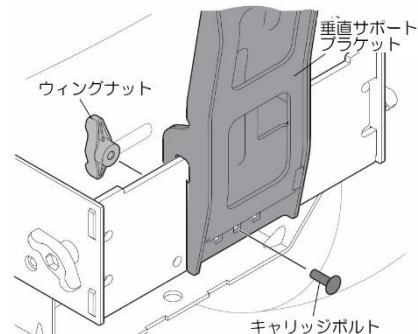

図6
- 垂直サポートブラケットをマウントアセンブリに固定します。図6を参照してください。下記の部品でしっかりと締め付けてください。